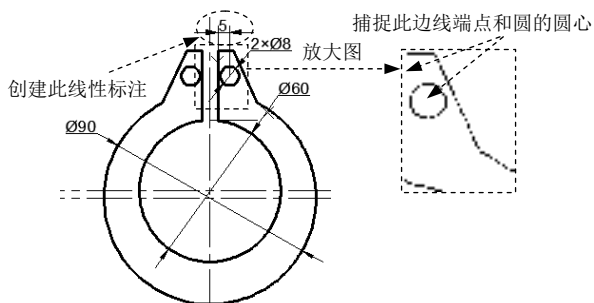

图 17.2.16 创建第一个线性标注
(1) 创建图 17.2.16 所示的第一个线性标注。选择下拉菜单 **标注(D)** → **线性(L)** 命令，捕捉图 17.2.16 所示的边线的端点并单击，捕捉图 17.2.16 所示的圆心并单击，在绘图区的空白区域单击一点以确定尺寸放置的位置。